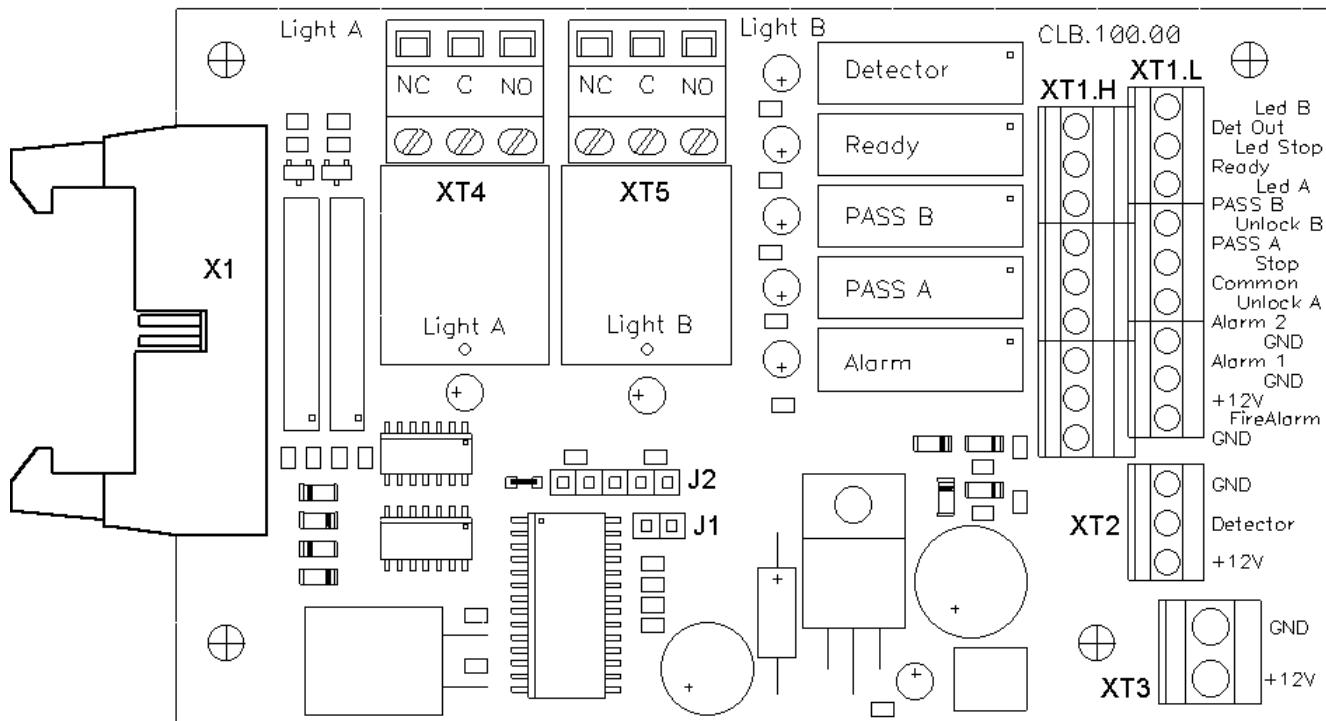
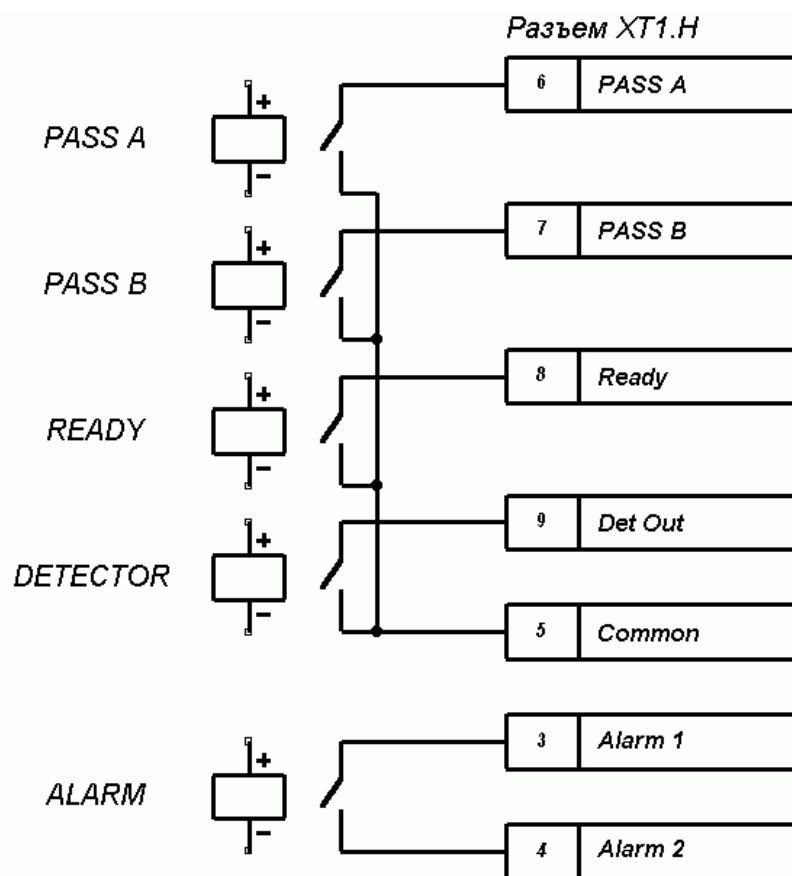

Рисунок 3.1 — Внешний вид платы PERCo-CLB110
Рисунок 4.2 – Выходные каскады для PASS A, PASS B, Ready, Det Out и Alarm.
5.2.4 Пульт управления выполнен в виде небольшого настольного прибора в корпусе из ударопрочного АБС пластика и предназначен для задания и индикации режимов работы при ручном управлении TBC01. Пульт управления подключается к плате PERCo-CLB110 гибким многожильным кабелем (17) через клеммную колодку "XT1" (см. рисунок 3.1).
подключаемые на контакты *Unlock A* и *Unlock B* а также *Led A* и *Led B* соответственно (рисунок 3.1 и рисунок А.1 Приложения А).
5.2.5 На плате CLB (см. рисунок 3.1) расположены:
5.4.3 Реле PASS A (контакты PASS A и Common), PASS B (контакты PASS B и Common), Ready (контакты Ready и Common), Detector (контакты Det Out и Common) и Alarm (контакты Alarm 1 и Alarm 2) имеют нормально-разомкнутые контакты. При этом общий для этих реле контакт Common не соединён с минусом источника питания турникета. В исходном (неактивном) состоянии при включенном питании контакты реле PASS A, PASS B, Ready и Detector замкнуты (на обмотку реле подано напряжение), а контакты реле Alarm разомкнуты (напряжение на обмотку реле не подано). Факт срабатывания/отпускания реле PASS A, PASS B, Ready, Detector и Alarm можно определить по загоранию/гашению красных индикаторов, которые установлены вблизи указанных реле (см. рисунок 3.1). Выходные каскады для PASS A, PASS B, Ready, Det Out и Alarm — контакты реле (см. рисунок 4.2) со следующими характеристиками сигналов:
5.9.2 Подключение датчика контроля зоны прохода производится к клеммной колодке “ХТ2”, а сирены — к клеммной колодке “ХТ1.Н” платы CLB согласно схеме электрических соединений см. рисунок А.1 Приложения А и рисунок 3.1). Датчик контроля зоны прохода должен иметь нормально-замкнутые контакты.
5.9.3 Подключение устройства, подающего команду аварийной разблокировки, производится к клеммной колодке "ХТ1.Л" платы CLB согласно схеме электрических соединений (см. рисунок А.1 Приложения А и рисунок 3.1). Если вход Fire Alarm не используется, то необходимо установить перемычку между контактами Fire Alarm и GND.